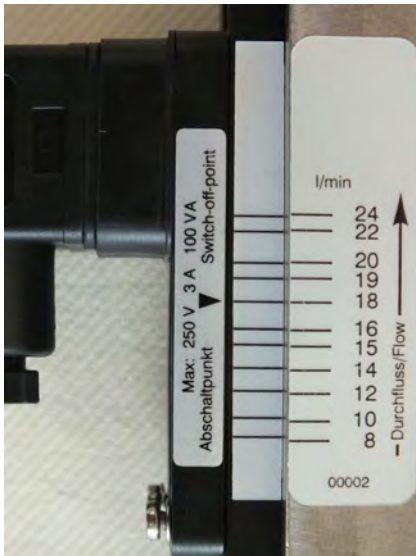

Abb. 36: Schaltwert ablesen (Beispiel-skala)
1. ➔ Darauf achten, dass der Einstellpfeil, der Skalenstrich des Zusatztickettes (Führungsleiste) und der Skalenstrich der Körperskala in einer Flucht liegen (Abb. 36).